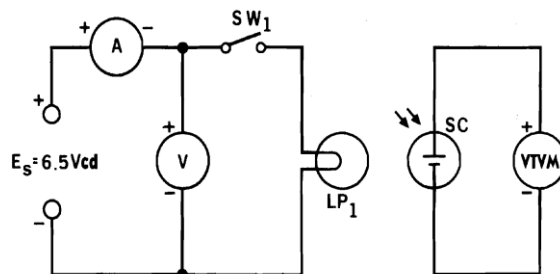

Fig. 24-3
1. Se probará que el valor eficaz **rcm** de la corriente alterna produce la misma potencia (calor, luz) que la corriente continua. Construya el circuito ilustrado en la Fig. 24-3. Coloque la lámpara miniatura contra la pila solar, de manera que la lámpara de hecho toque la placa frontal transparente.